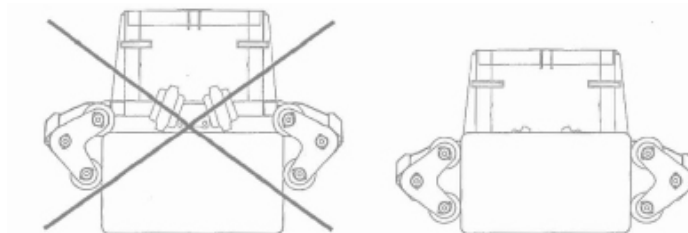

Fig. 20
A) Ved opplasting av små firkantballer er det viktig å senke rullene så nær bakken som mulig. På denne måten får alle fire rullene grep om ballen. Om to av rullene kommer over ballen er det ikke mulig å laste den opp. (Se Fig. 20) Er det behov for justering foretas den enkelt med begrensingskjettingene.